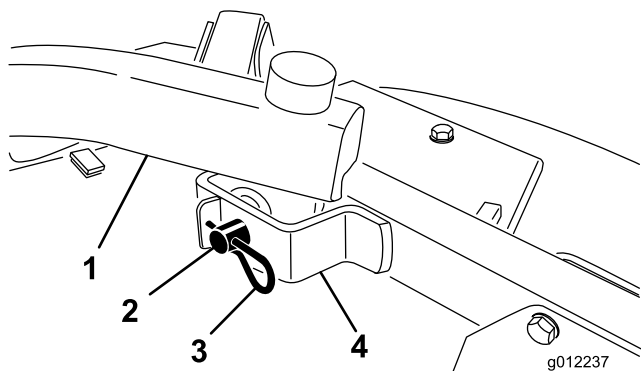

図 24
2. 昇降アームをキャスタアームブラケットに固定しているヘアピンコッターとクレビスピンを外す 図 24。